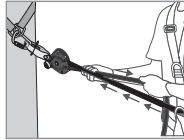
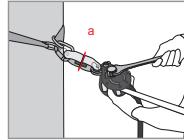

Fig 3
Fig 4
När du har monterat livlinan måste du göra en förinställning av spänningen genom att för hand dra i linan (vid linans ände – Bild 3). Då bör kammen (8) och kampsaken (4) automatiskt komma i kontakt med linan. Fäll ned kampsaken (4) och använd sedan en lämplig nyckel för att ställa in spänningen på spänningsjusteringsstiftet (1) till dess att spänningsindikatorns bricka (a) som sitter på spänningsindikatorn (2) roterar fritt (Bild 4). Sluta att dra åt så fort bricken rör sig fritt! Förspänningen bör ligga på omkring 1 kN. Vid användning ska du kontrollera denna spänning (att spänningsindikatorns bricka roterar) och justera den vid behov enligt ovanstående beskrivning.